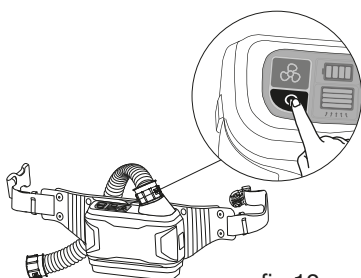

fig.12
- Tenere premuto il pulsante on/off per 2 secondi per spegnere l'unità motore (vedere fig.12).